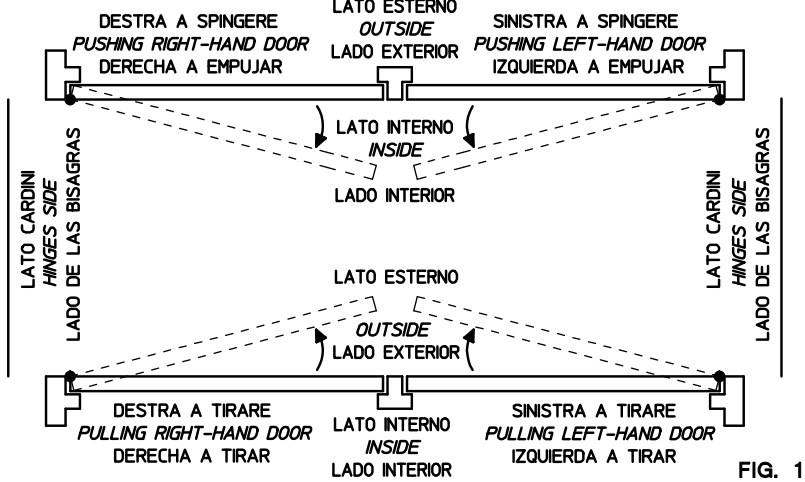
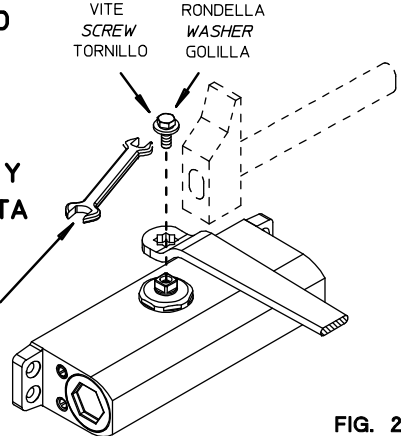

FIG. 1
FIG. 2
1. IDENTIFICAR EL SENTIDO DE ABERTURA DE LA PUERTA UTILIZANDO EL ESQUEMA DE **FIG.1** Y UTILIZANDO LA PLANTILLA DE MONTAJE, MARCAR LAS POSICIONES DE LOS TORNILLOS DE FIJACIÓN EN LA PUERTA Y EN EL MARCO Y PREPARAR LAS PERFORACIONES. APAREAR EL BRAZO AL REMACHE COMO INDICADO EN **FIG.2** Y FIJAR LAS DOS PARTES UTILIZANDO LA GOLILLA Y EL TORNILLO EN DOTACIÓN. **NB. EL PRECISO ACOPLAMIENTO ENTRE EL REMACHE DEL CIERRAPUERTA Y EL BRAZO PUDE NECESITAR EL USO DE UN MARTILLO.**